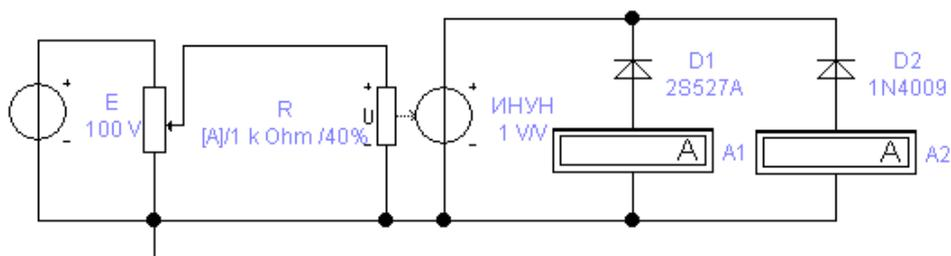

Рисунок 9.13 – Схема измерения обратных ветвей ВАХ полупроводниковых диодов
9.4.4 Открыть файл ПД2.ewb со схемой, показанной на рис. 9.13.